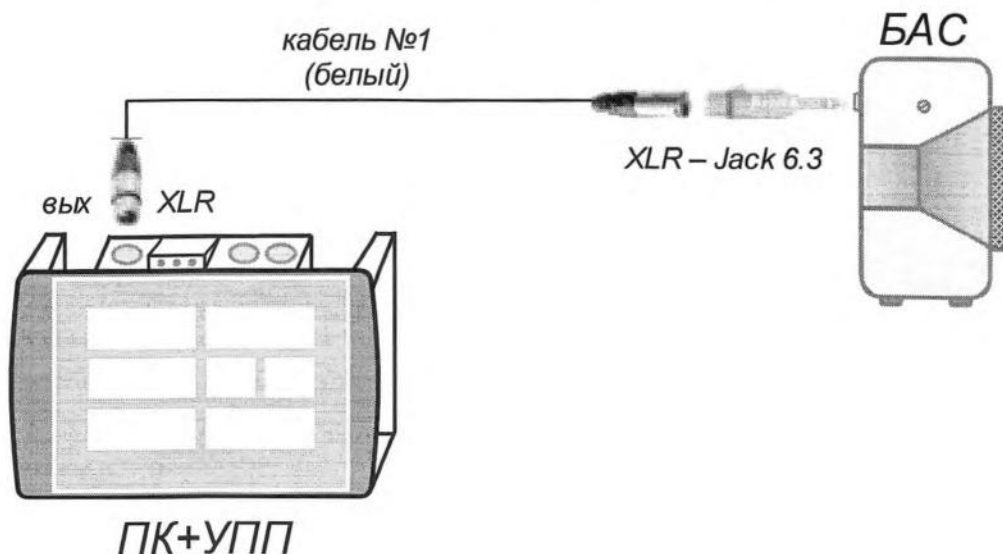
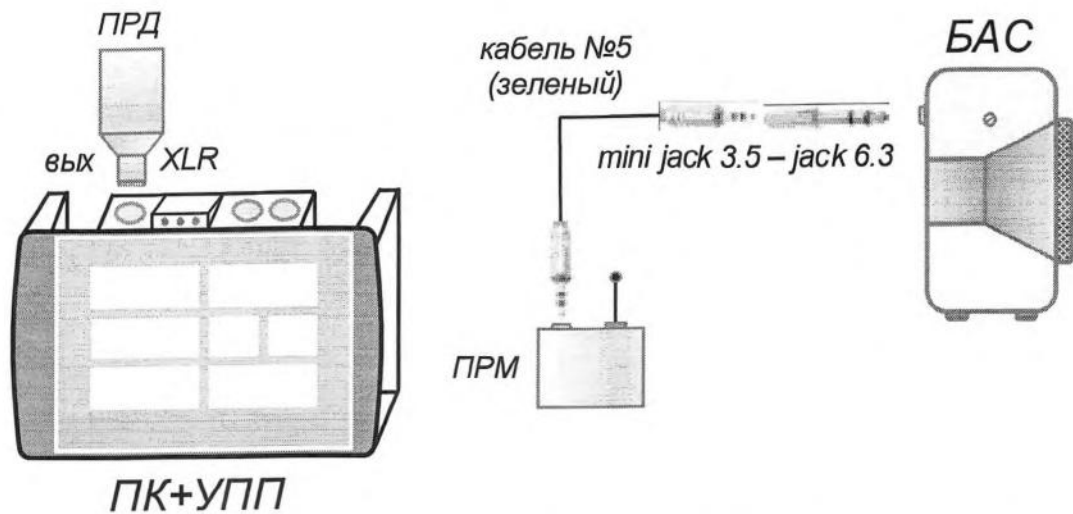

Рисунок 5.2.3.1 – Схема подключения БАС к УПП кабелем
Рисунок 5.2.4.1 – Схема подключения БАС к УПП по радиоканалу
Основной режим работы БАС – беспроводной. Включается клавишей на УПП. При этом индикатор состояния встроенного беспроводного коммуникатора на УПП должен светиться непрерывно (Рисунок 5.2.3.1). Если индикатор периодически гаснет, это означает, что в эфире присутствуют сильные помехи, или УПП и БАС чересчур разнесены. Требуется соединить их кабелем (Рисунок 5.2.3.1) или использовать радиоканал (Рисунок 5.2.4.1).
5.2.3 Подключение БАС к УПП кабелем (Рисунок 5.2.3.1)
5.2.4 Подключение БАС к УПП по радиоканалу (Рисунок 5.2.4.1)